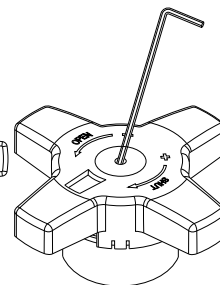

рис. 5
4. Затяните внутренний шток клапана по часовой стрелке шестигранным ключом (**см. рис.5**).